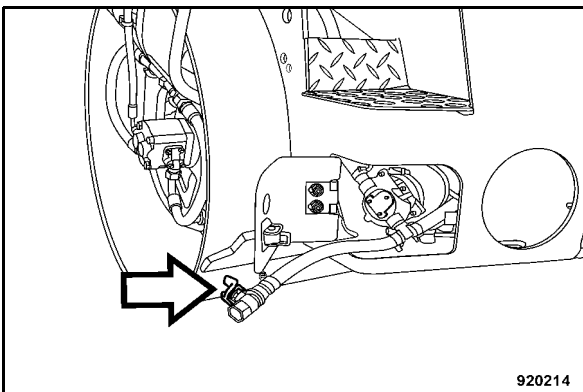

Fig. 186
- Sortir le tuyau de vidange (Fig. 186), ouvrir le robinet d'écoulement et laisser écouler la totalité de l'eau.